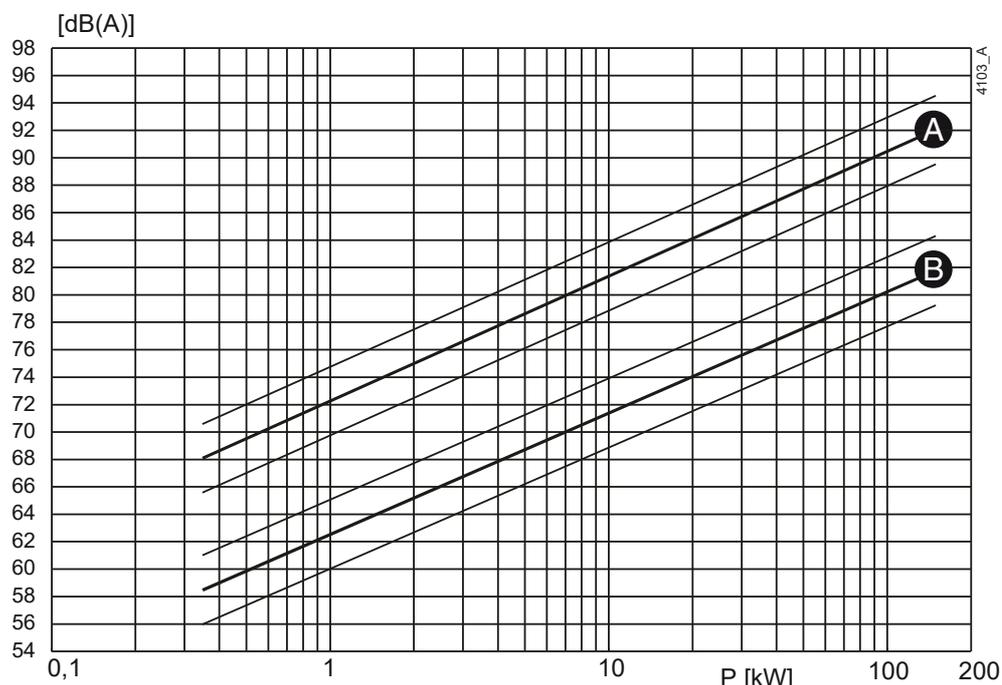
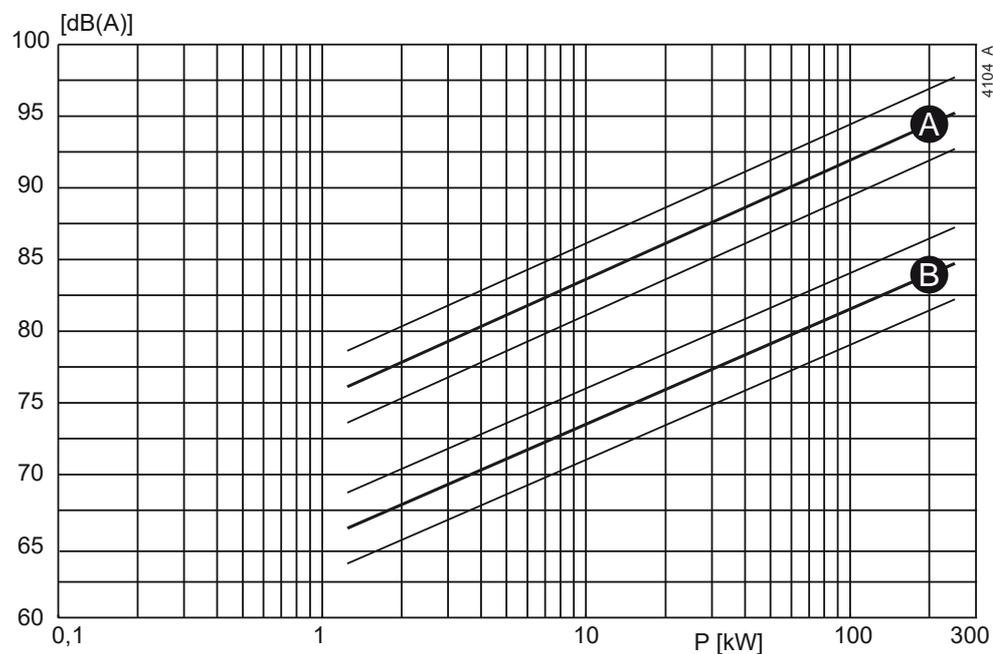

Figura 31: El ruido como función de la capacidad de la bomba [kW] a 1450 min⁻¹
Figura 32: El ruido como función de la capacidad de la bomba [kW] a 2900 min⁻¹
- 1 Para determinar el nivel de ruido (L_1) de la bomba, consulte Figura 31 o Figura 32.